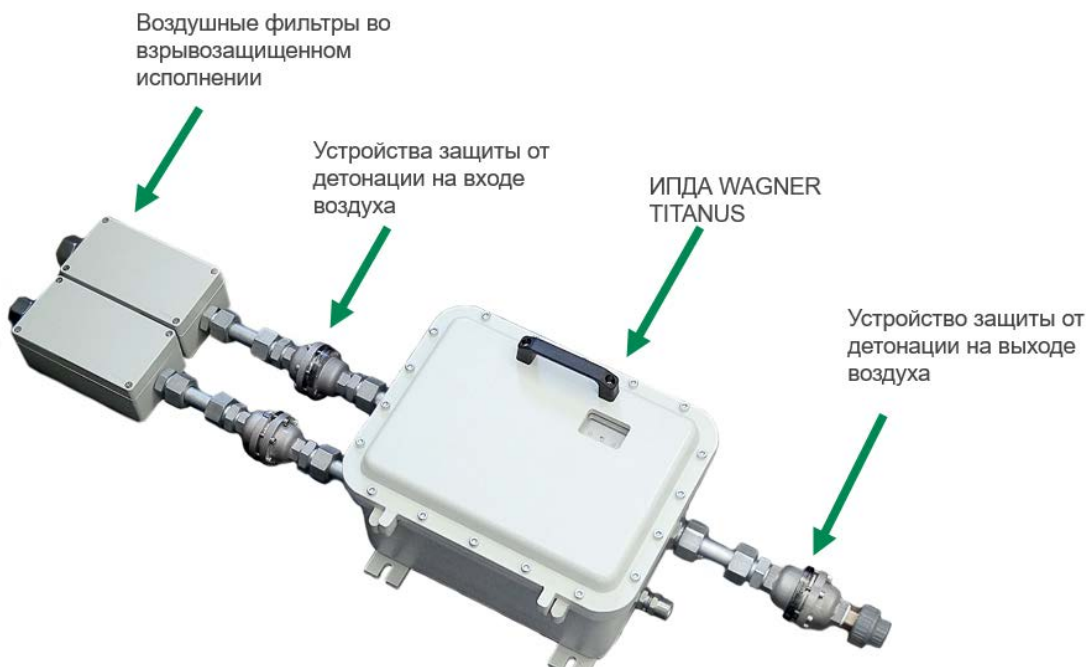

Рис. 1.4.1; Взрывозащищенный извещатель пожарный дымовой аспирационный WAGNER TITANUS Ex
- Взрывозащищенные версии извещателей серий Pro-Sens EX, Pro-Sens EX/net (Рис. 1.4.1)